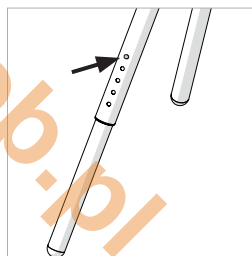

Fig. 3
- Spingere il perno di innesto interno della gamba (**Fig.3**) e far scorrere con attenzione la gamba fino alla posizione desiderata.
- Regolare tutte e quattro (4) le gambe accertandosi che abbiano la medesima lunghezza.